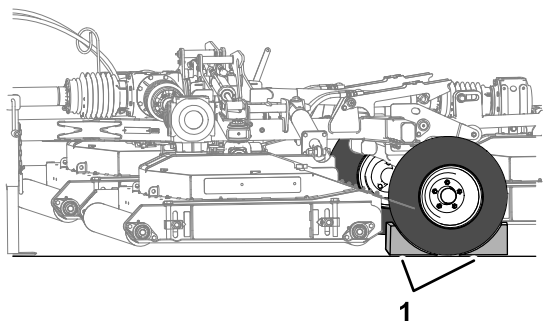

Рисунок 18
7. Заблокируйте колодками оба колеса газонокосилки (Рисунок 18).